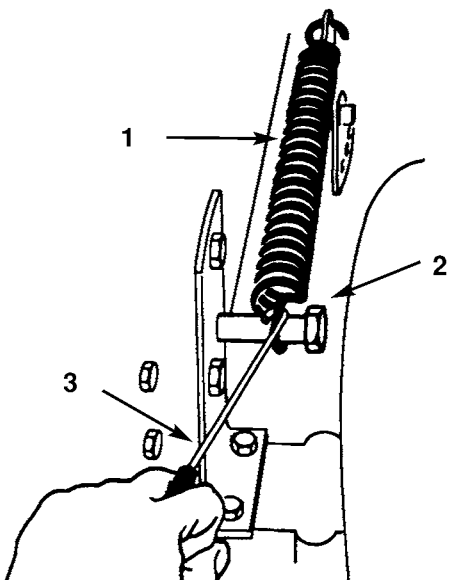

Bild 39
4. Die Spannfeder der Schnitthöheneinstellung von der Befestigungsschraube entfernen (Bild 39), dabei das mitgelieferte Federwerkzeug benutzen. Diese Feder befindet sich zwischen Rahmen und rechtem Hinterrad.
13. Den Schnitthöheneinstellhebel (Mähdeckhub) in die "D"-Auskerbung bringen. Die Hubzugfeder zum Ablagern am Befestigungsbolzen einhaken (Bild 39).
15. Die Schnitthöhenfeder in die Befestigungsschraube (Bild 39) einhaken, dabei das mitgelieferte Federwerkzeug benutzen.